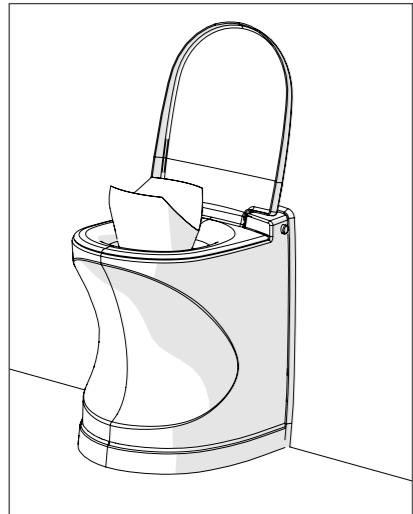

Abbildung 1
2. Legen Sie einen Beutel in die Schüssel. Verwenden Sie für jeden Besuch einen neuen Beutel (Abbildung 1).